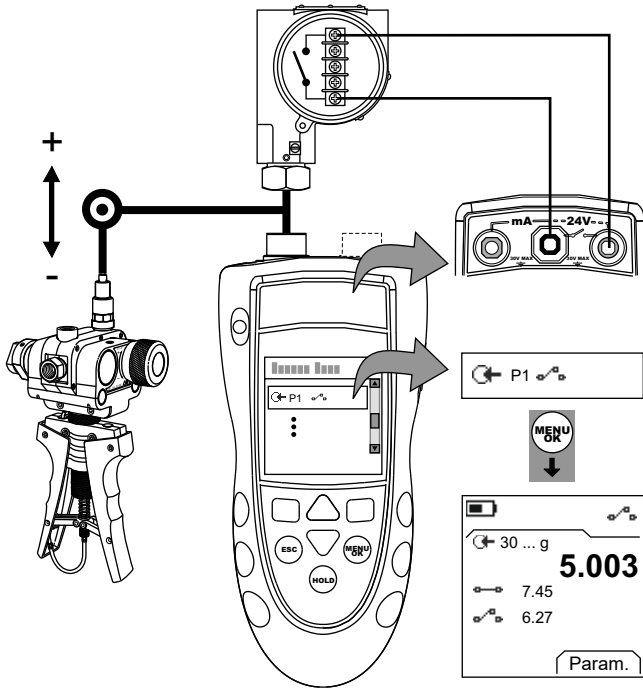

Figure 4 : Exemple de configuration - Test de contact
1. Raccorder l'instrument (Figure 4) et, si nécessaire, régler la *Configuration* (Tableau 1).